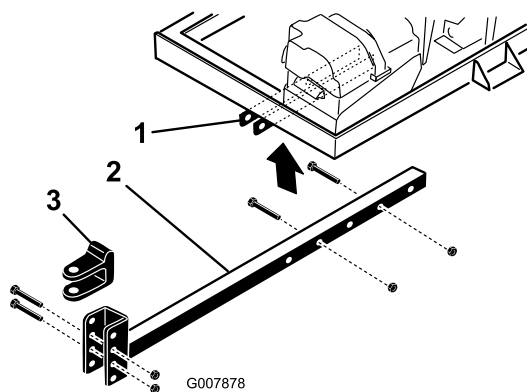

Figure 4
- Fixez le tube d'attelage sur les supports du cadre (Figure 4) à l'aide de 2 boulons ($\frac{3}{8}$ " x 3") et 2 écrous à embase ($\frac{3}{8}$ ").
- Insérez le tube d'attelage dans les supports du cadre (Figure 4).